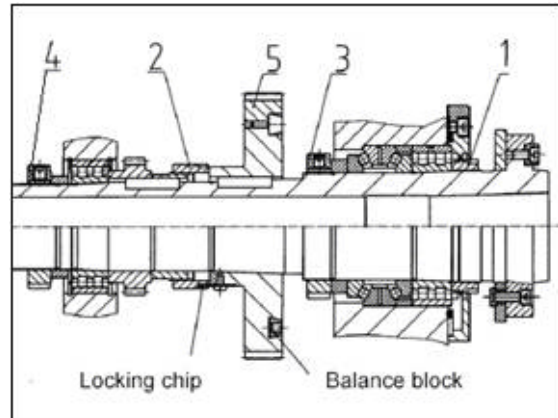

Fig 18
Zunächst die Stellmutter (1, Fig 18) lösen, das Sicherungsblech entfernen und die Stellmutter (2) lösen.